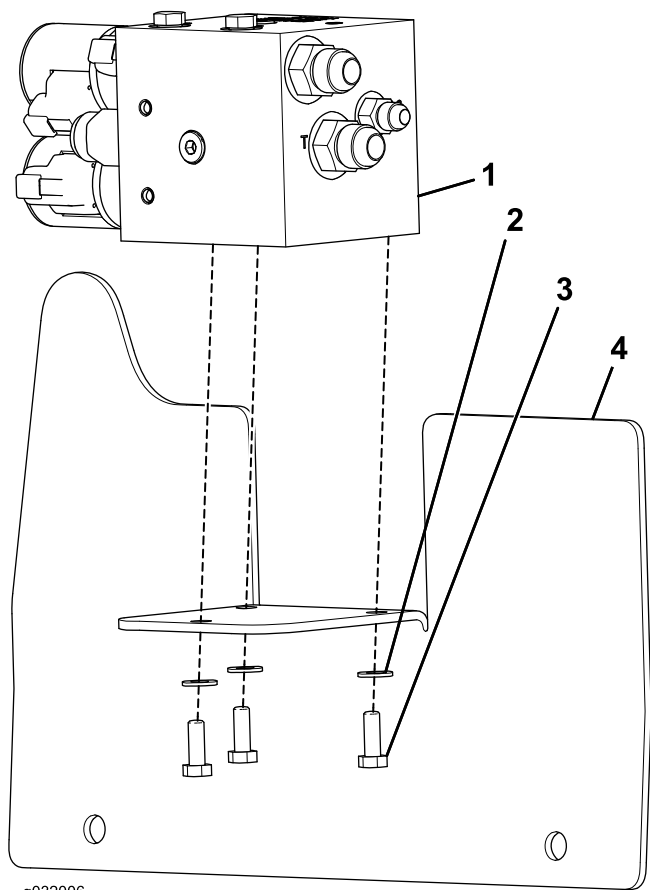

図 2
5. フィッティングを取り付けたソレノイドバルブを、バルブ取り付けプレートに取り付ける六角ヘッドボルト3本と平ワッシャ3枚を使用する 図 2。